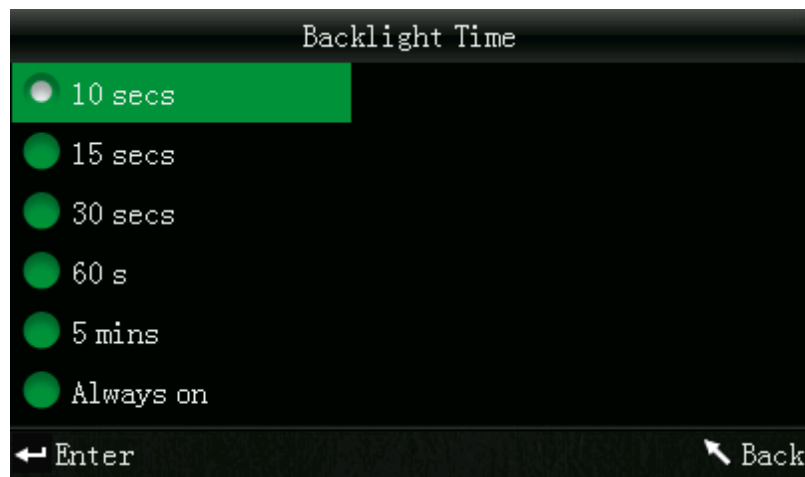

Abbildung 55: Hintergrundbeleuchtungszeit einstellen
- d) Wählen Sie „Settings“ – „Backlight Time“ um die Oberfläche wie in Abbildung 55 zu öffnen. Hier können Sie den Zeitraum für die Hintergrundbeleuchtung im Ruhezustand des Messgerätes einstellen um den Stromverbrauch zu minimieren.